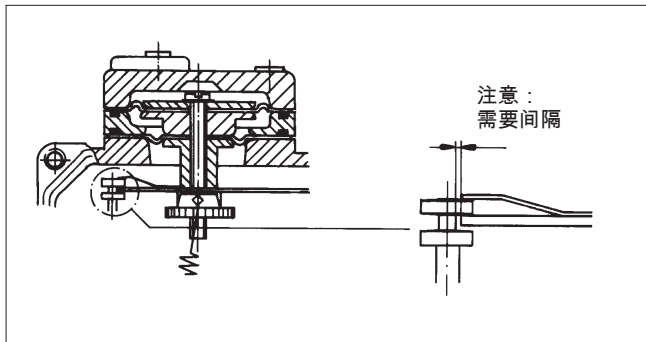

图 15. 更换隔膜
表 4 显示了不同凸轮区段 (C、E、D) 中等于阀门“死角”的凸轮圆周偏移量，如图 15 所示。
1. 在凸轮边缘标出有关的偏移，如图 15 和表 4 所示。如果可以从闭合构件的位置可靠地发现死角，则无需测量尺寸。
2. 锁定凸轮，使滚轮在标记处接触凸轮板的边缘。拧紧锁定轮 (30) 和螺钉 (31)。
3. 打开气源压力 (S) 和输入信号 (+/-)。注意极性是否正确。